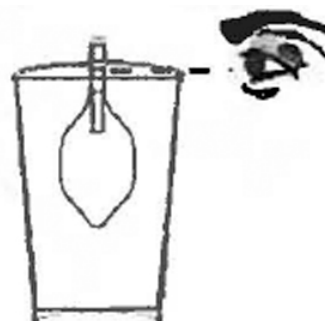

Figure 4.
8. Tenez l'hydromètre par la tige. Descendez ensuite la partie principale jusqu'à ce qu'elle touche l'échantillon de jus d'orange. Laissez tomber l'hydromètre jusqu'au milieu du gobelet. Attendez que l'hydromètre se stabilise avant de lire la mesure. (Voir Figure 4.)
9. Lisez la graduation (au niveau de la yeux) au sommet de la surface supérieure bombée de la colonne de liquide. (Voir Figure 4.)